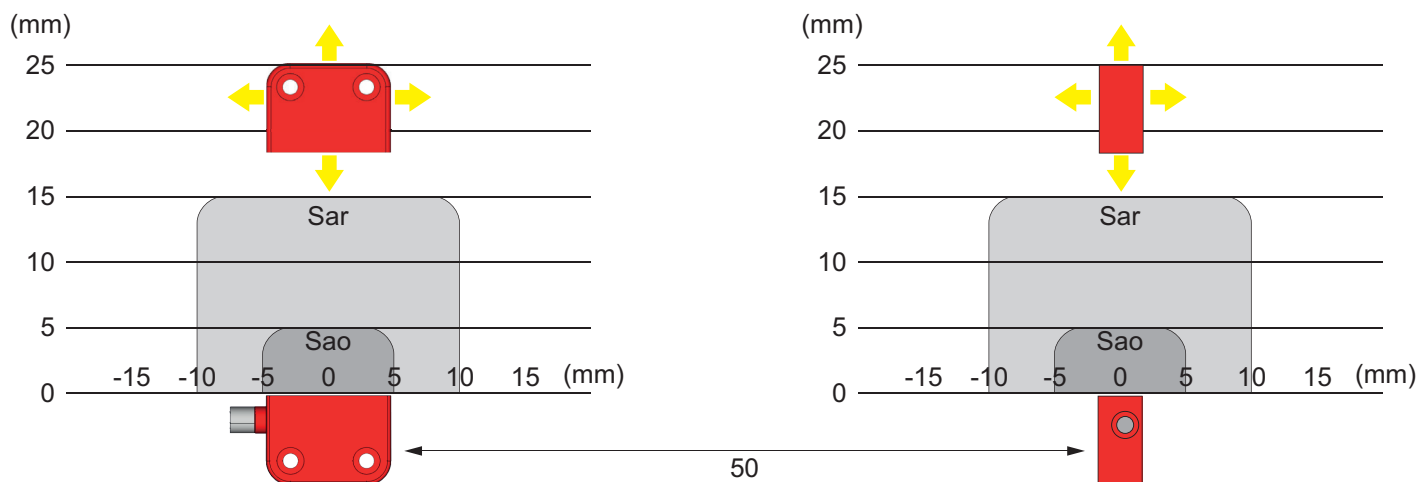

Fig. 3 - Distance
Il faut toujours chercher à obtenir un alignement optimal entre le détecteur et l'actionneur pendant l'installation. Toutefois, le MC36CH tolère certains défauts d'alignement tout en continuant à fonctionner correctement. Le déplacement maximal autorisé type entre le détecteur et l'actionneur dans le plan XZ est visible sur la figure 3. Notez que tout défaut d'alignement sur ce plan réduira la distance de commutation sur l'axe Y.
**Remarque :** la caractéristique de détection type affichée à la Fig. 3 peut varier d'un détecteur à l'autre.